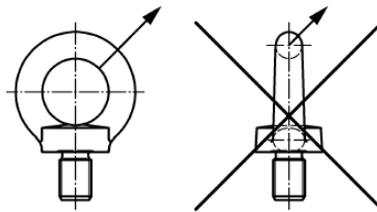

Fig. 1
- Se deben evitar esfuerzos laterales (Fig. 1).